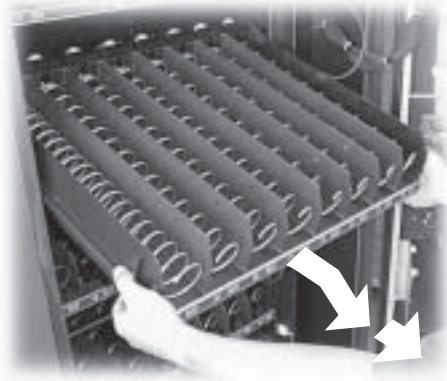

Fig. 47
- extraer la bandeja del distribuidor y apoyarla sobre un plano de trabajo (Fig. 47);